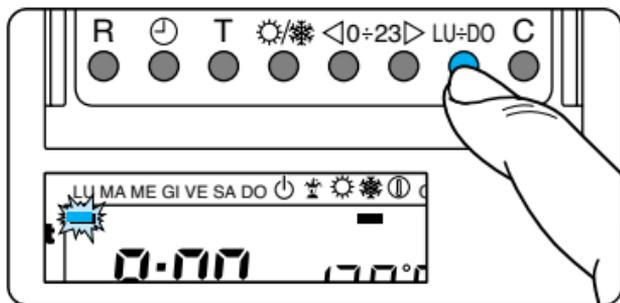

Fig. 34
8.2 - Tramite il pulsante LU ÷ DO portare l'indicatore del giorno in posizione LU (Lunedì) (fig. 34).